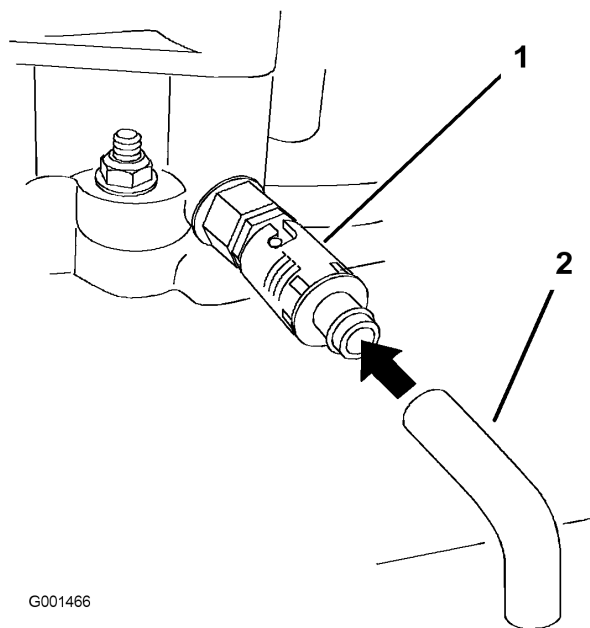

Figure 28
6. Placez un bac sous le flexible de vidange. Tournez le robinet de vidange d'huile pour permettre à l'huile de s'écouler (Figure 28).
- Enlevez le flexible de vidange (Figure 28).